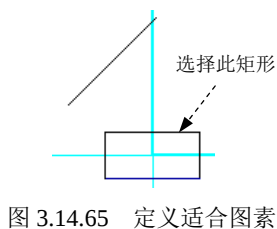

图 3.14.65 定义适合图素
Step3. 定义适合图素。框选图 3.14.65 所示的矩形，在“标准选择”工具栏中单击按钮完成适度化图素的定义。然后在图形区选择 3.14.66 所示的直线，系统弹出图 3.14.67 所示的“转换适度化”对话框。